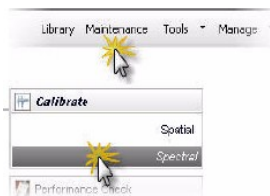

Figura 27. Acceso a Calibración espectral.
- 7.12.13** Desde la pantalla principal, seleccione **"Maintenance"**, luego seleccione **"Spectral Calibration"** (ver figura 27).